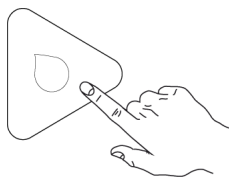

Abb. 16
- 11- Drücken Sie den KNOPF "B" - Waschzyklus starten. (Abb. 16)